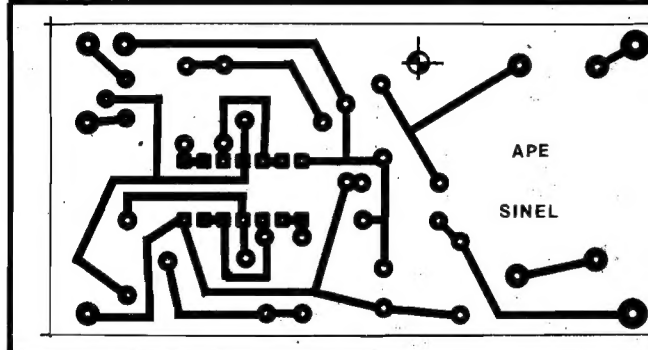

Fig.2
- **FIG. 2 - O LAY OUT DO CIRCUITO IMPRESSO** - Como sempre fazem os nossos "leiautistas", o padrão cobreado de ilhas e pistas do Impresso específico para a SINEL também foi parametrado para atender à dualidade "compactação sem **espremimento**"... As razões são simples: quanto menor fica uma placa, menor o seu custo final e mais "elegante" o resultado da montagem... Por outro lado, quanto menos "espremido" ficar o **lay out** das partes cobreadas, menores serão as dificuldades de montagem impostas ao principiante! Para quem acompanha APE assiduamente, não é difícil notar que nossos desenhistas conseguem façanhas tipo "enfiar 8 pessoas num **fusquina** sem que ninguém fique ba-